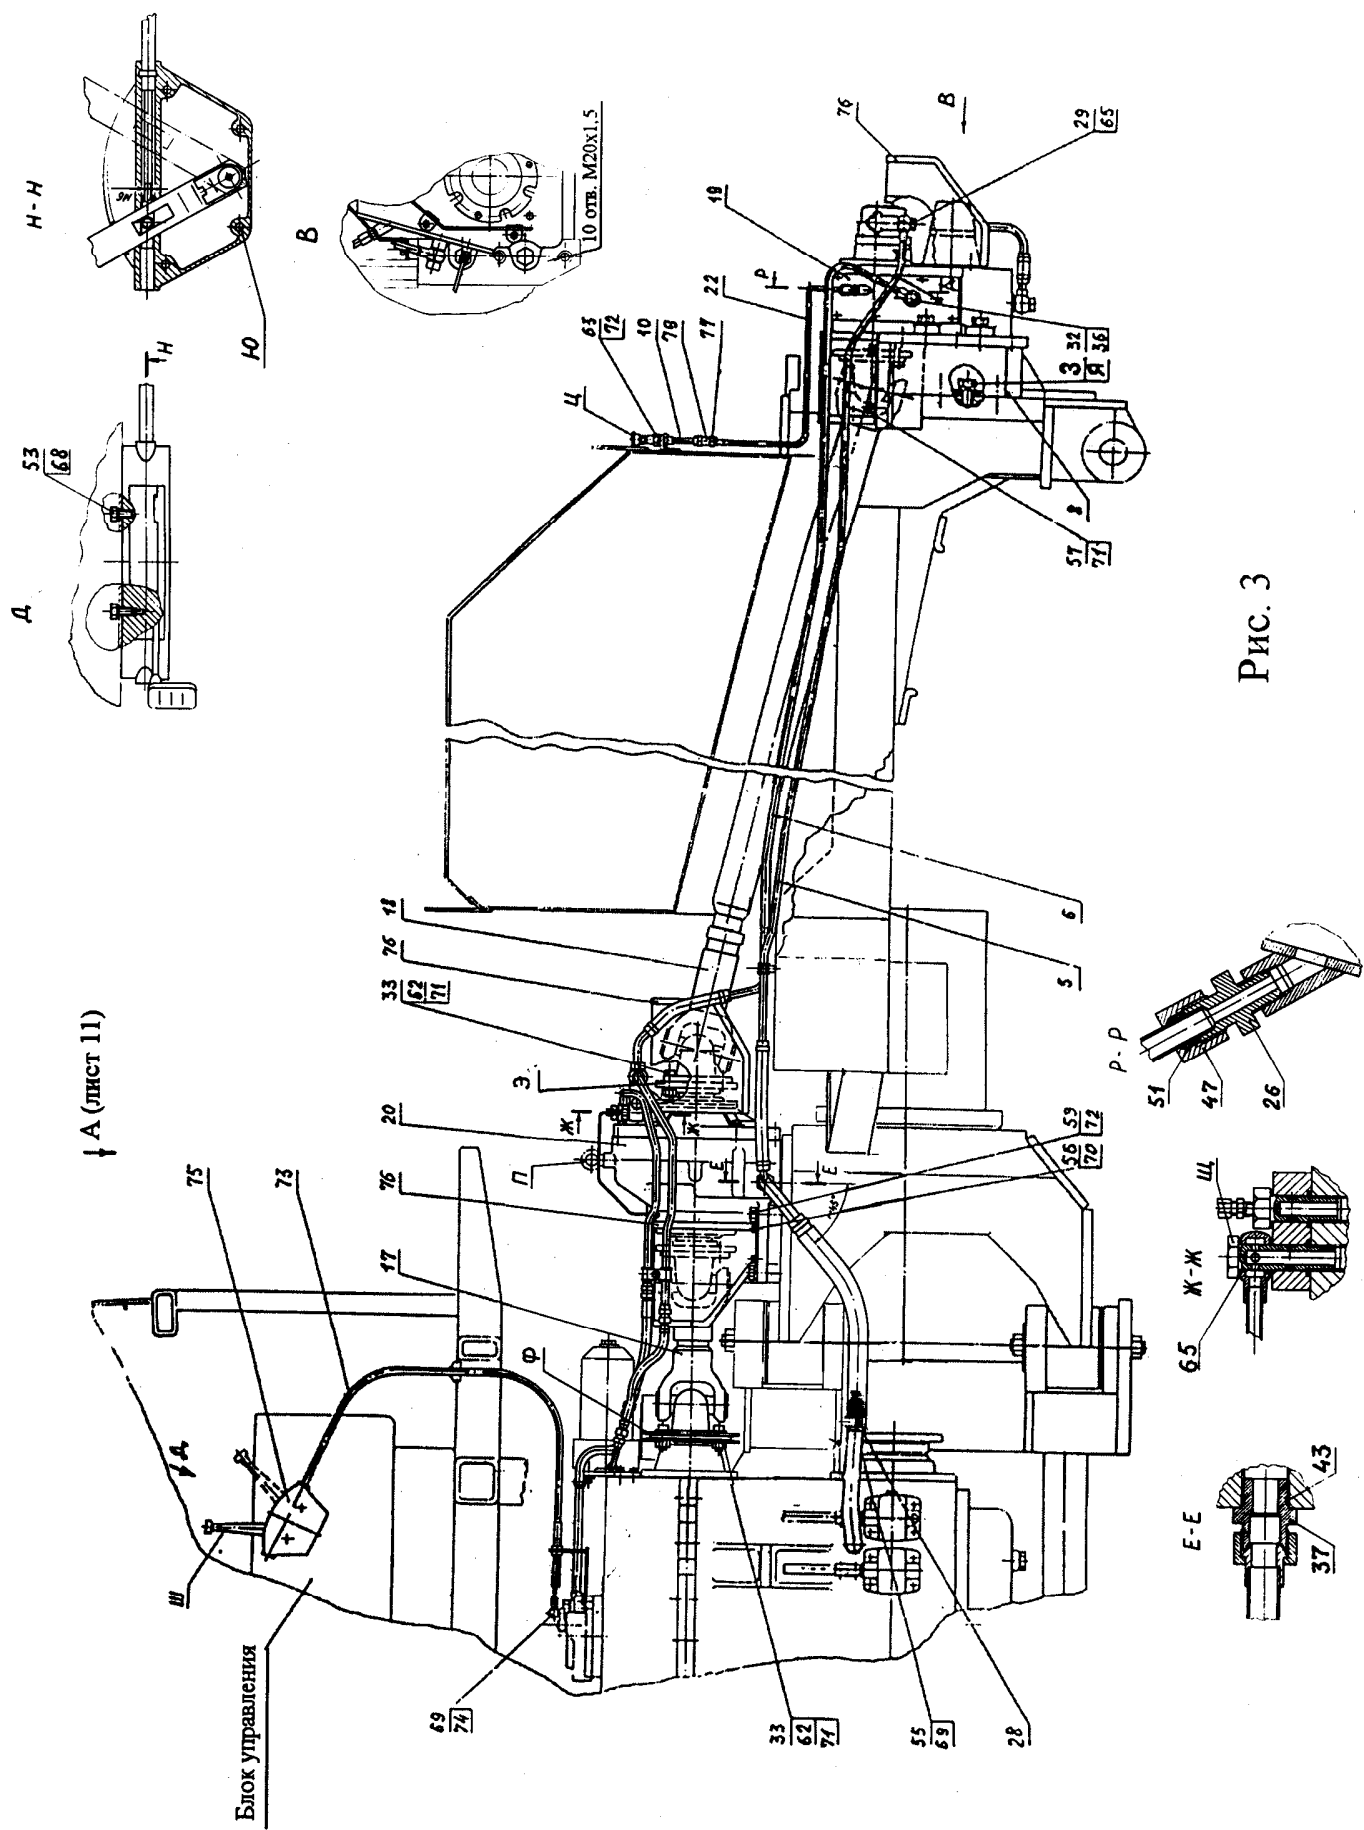

Рис. 3
3.2.2 Производить сборку и монтаж МОМа на трактор в соответствии с рис. 3, 4. Номера позиций на чертеже соответствуют порядковым номерам перечня (листы 2...4).
- демонтировать основание 744Р-2800060-01 и на его место установить основание поз. 8 (рис. 3), закрепив его штатными болтами "З" с шайбами "Я". Момент затяжки болтов 45^{+5} кг·м;